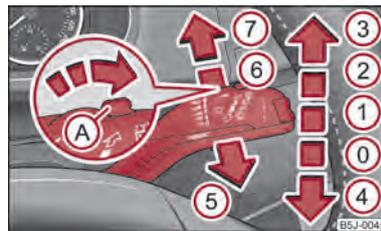

Abb. 32 Scheibenwischerhebel
Der Scheibenwischerhebel ⇒ Abb. 32 hat folgende Stellungen:
- Drücken Sie den Hebel vom Lenkrad weg in die Stellung ⑥ ⇒ Abb. 32, der Scheibenwischer wischt alle 6 Sekunden.
Zum Reinigen der Scheinwerfer kommt es nach jedem fünften Betätigen der Frontscheibenwaschanlage und wenn das Abblend- oder Fernlicht eingeschaltet ist sowie der Scheibenwischerhebel ca. 1 Sekunde in der Stellung ⑤ ⇒ Abb. 32 gehalten wird.